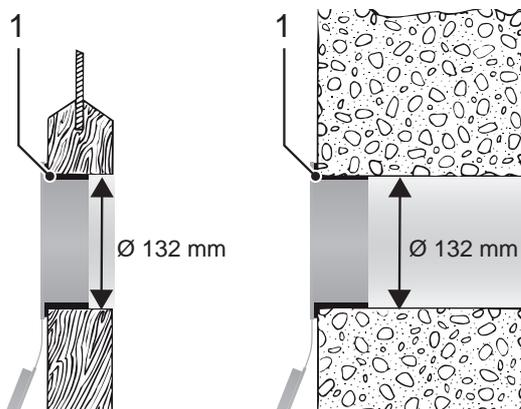

Bild 10: Die Wanddurchführung kann in einer Holzbohle (links) oder in einer Kernbohrung installiert werden.
- Lassen Sie die Kernbohrung von einem Handwerker mit einer Bohrkronen, 132 mm, bohren (siehe Bild 10).